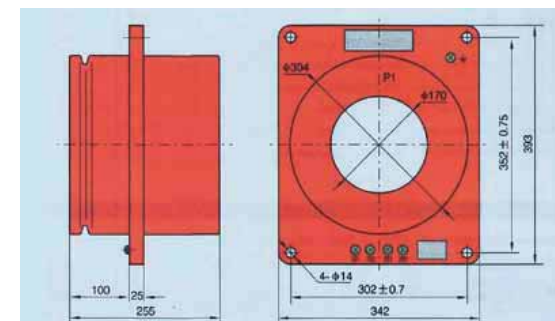

Рис. 6.2 Внешний вид и размеры трансформатора тока LMZ(D)2-10, LMZ(J)1-10 4000-8000
6.2 Внешний вид и размеры трансформатора тока LMZ(D)2-10, LMZ(J)1-10 4000-8000 (см. рис. 6.2)